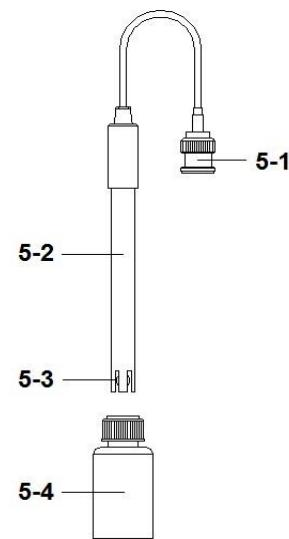

Fig. 2
2. Tilslut pH elektroden (valgfri) (5-1, Fig.2) til instrumentets pH indgang (BNC fatning) (3-16, Fig.1)
5. Hold på elektrodens skaft (5-2, Fig. 2) og nedsænk probehovedet (5-3, Fig. 2) helt ned i væsken og ryst den lidt.
NB! Når pH elektroden ikke er i brug skal probehovedet (5-3, Fig.2) i "opbevarings flasken" (5-4, Fig. 2).